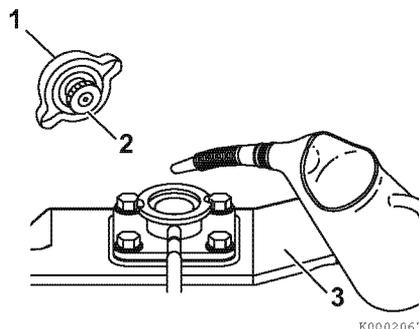

Figura 8
2. Retire la tapa de llenado (1, **Figura 8**) del intercambiador de calor (3, **Figura 8**) girándola un tercio de vuelta en sentido contrario a las agujas de reloj.
3. Vierta lentamente la mezcla de refrigerante en el intercambiador de calor (3, **Figura 8**) para que no se formen burbujas de aire. Deténgase cuando el refrigerante rebose por la boca de llenado.
4. Tras llenar el intercambiador de calor, vuelva a colocar el tapón de la boca de llenado y apriételo bien (1, **Figura 8**). No hacerlo causará fugas de refrigerante. Para colocar la tapa, alinee los salientes (2, **Figura 8**) de la parte inferior de la tapa con las muescas de la boca de llenado y gírela un tercio de vuelta en sentido horario.